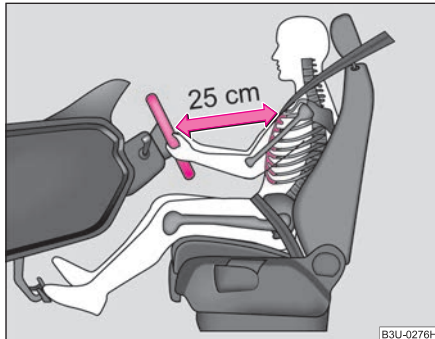

Abb. 102 Der richtige Abstand des Fahrers vom Lenkrad
- Stellen Sie das Lenkrad so ein, dass der Abstand zwischen Lenkrad und Brustbein mindestens 25 cm beträgt ⇒ **Abb. 102**.
- Der Fahrer muss einen Abstand zum Lenkrad von mindestens 25 cm einhalten ⇒ Seite 125, Abb. 102. Wenn Sie den Mindestabstand nicht einhalten, kann Sie das Airbag-System nicht schützen - Lebensgefahr!